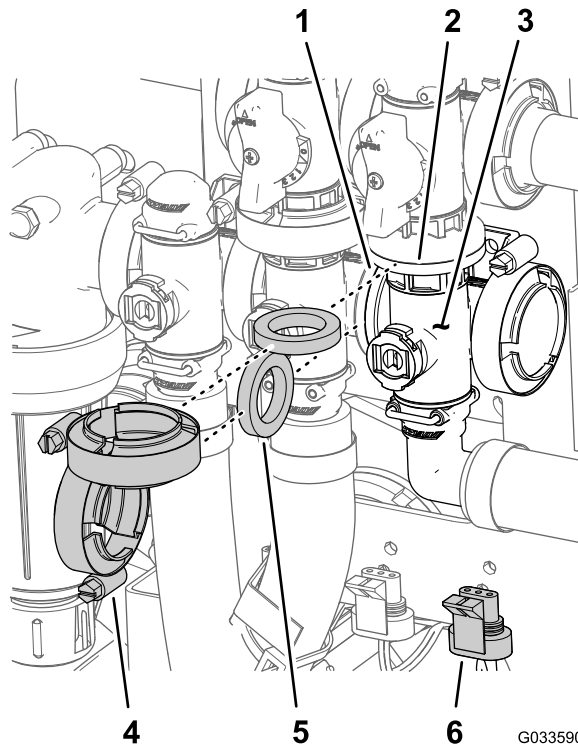

Bild 129
1. Fluchten Sie den Flansch des Hauptausleger-Ventilverteilers, eine Dichtung und den Flansch des Hauptausleger-Sicherheitsventils aus (Bild 129).
2. Montieren Sie den Hauptausleger-Ventilverteiler, eine Dichtung und das Hauptausleger-Sicherheitsventil mit einer Flanschklemme und ziehen sie mit der Hand an (Bild 129).
3. Fluchten Sie den Flansch des Hauptausleger-Ventilverteilers, eine Dichtung und den Rührwerkventilverteiler aus (Bild 129).
4. Montieren Sie den Hauptausleger-Ventilverteiler, die Dichtung und den Rührwerkventilverteiler mit einer Flanschklemme und ziehen sie mit der Hand an (Bild 129).
- Befestigen Sie das Rührwerkventil mit der Bundkopfschraube und der Sicherungsbundmutter (Bild 129), die Sie in Schritt 3 von Entfernen des Ventils des Hauptauslegerverteilers (Seite 84) entfernt haben, an der Ventilhalterung und ziehen Sie die Schraube und Mutter auf ein Drehmoment von 10 bis 12 N·m an.